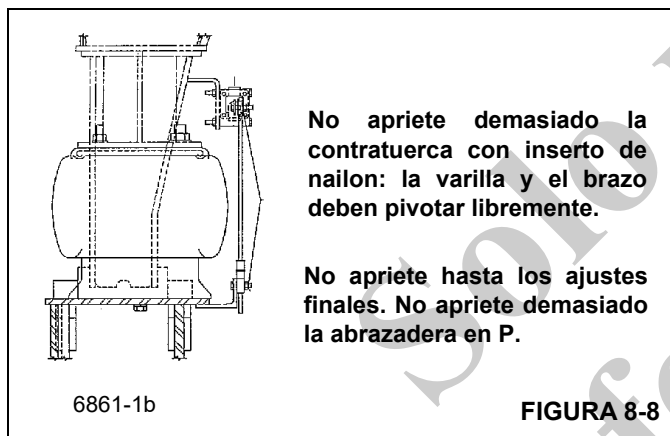

FIGURA 8-8
2. Ajuste la varilla para obtener el ajuste de altura de suspensión adecuado (Figura 8-8) y apriete la abrazadera en P en la funda en P de 10 lb-in a 15 lb-in.